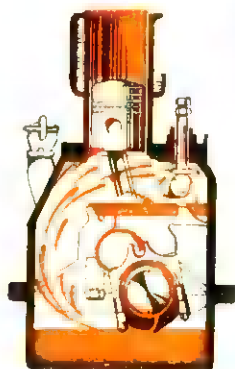

Рис. 13. Машини розбризгове.
2. **Змащування через розбризг** (рис. 13). Стан олії ■ картер. ■ такий, що підчас обороту валу колінчастого **хитуну** занурюються в неї і **розбризгують** її по всьому моторі.